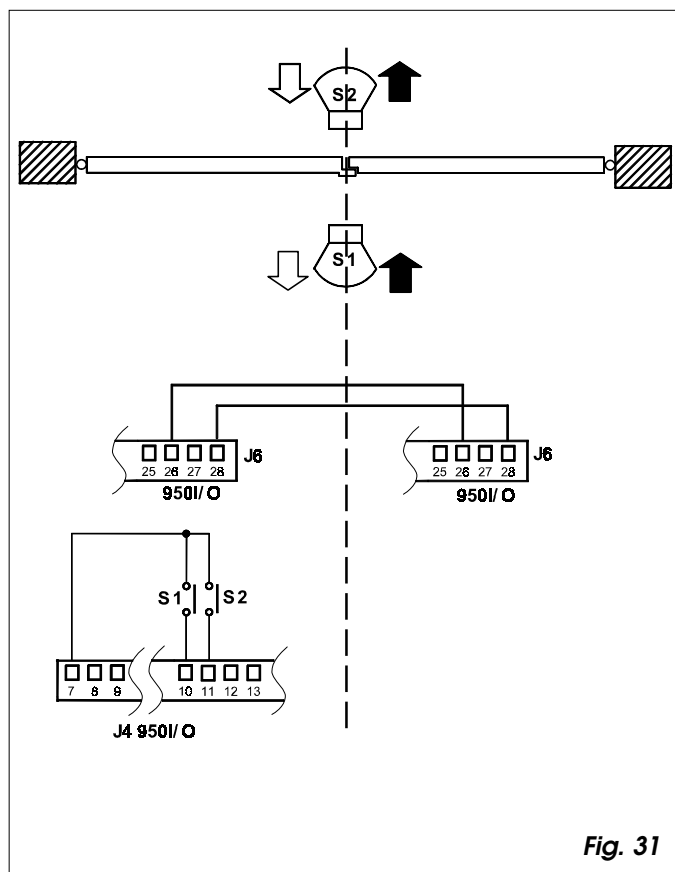

Fig. 31
- Réaliser les connexions entre les armoires 950 I/O des deux automatismes d'après la fig. 31.